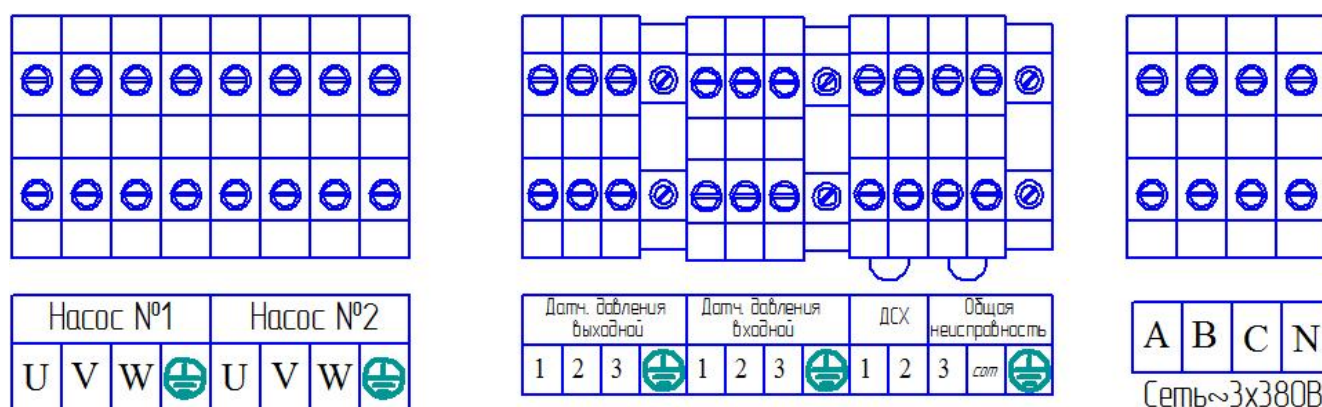

Рис. 3 Обозначение клемм стойки управления.
- Произведите подключение станции к электрической сети медным кабелем с сечением не менее (4x1,5) мм² к клеммам А,В,С,Н “Сеть ~3x380В”, согласно обозначениям клемм в стойке управления (рис. 3).